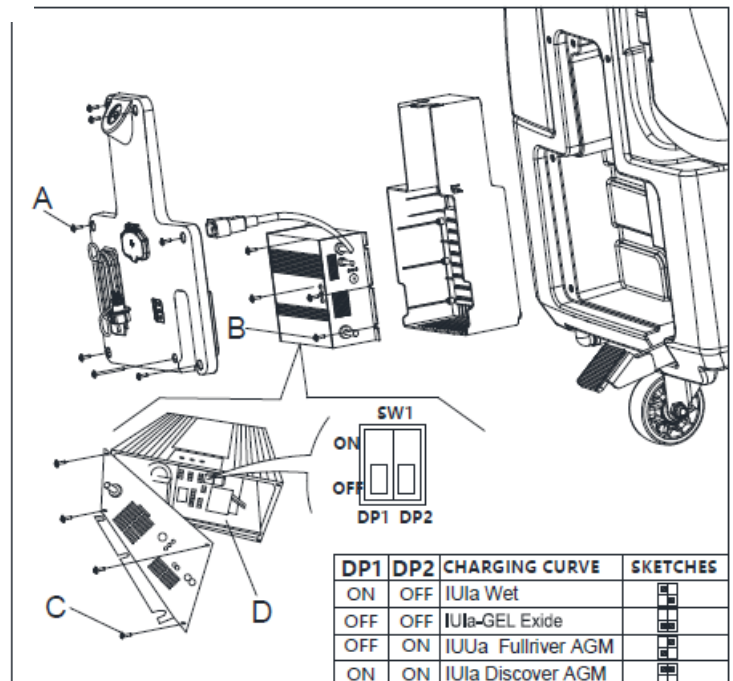

Abb. 6
15. Stellen Sie DP1 und DP2 gemäß der Tabelle in Abbildung 6 ein.
16. Installieren Sie nach der Einstellung die Schrauben (A, B, C, Abbildung 6).